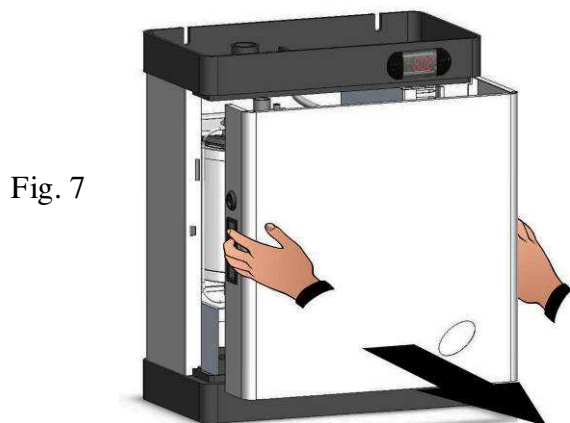

Fig. 7
4. Retirez le couvercle avant en saisissant les deux poignées sur les côtés et en tirant légèrement vers vous (fig. 7).